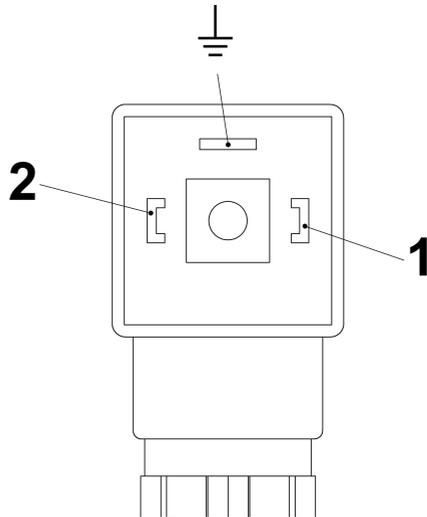
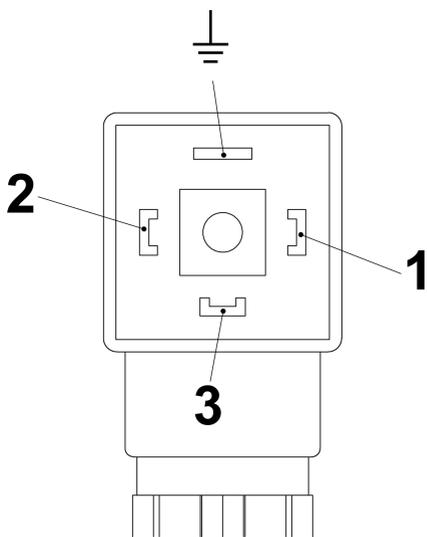

Abb. 27: Pin-Belegung Steckerdose Schließer (Schaltkontakt SG-30 mit Gerätestecker nach EN 175301-803)
Abb. 28: Pin-Belegung Steckerdose Wechsler (Schaltkontakt SG-30 mit Gerätestecker nach EN 175301-803)
6. ➔ Schließen Sie das Kabel gemäß den Anschlussbildern (Abb. 27 und Abb. 28) an